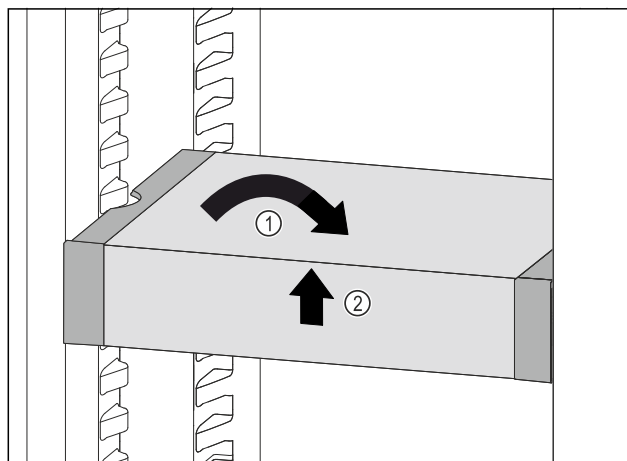

Fig. 168
- Ispravite VarioSafe. Fig. 168 (1)
- Podignite sprijeda VarioSafe. Fig. 168 (2)